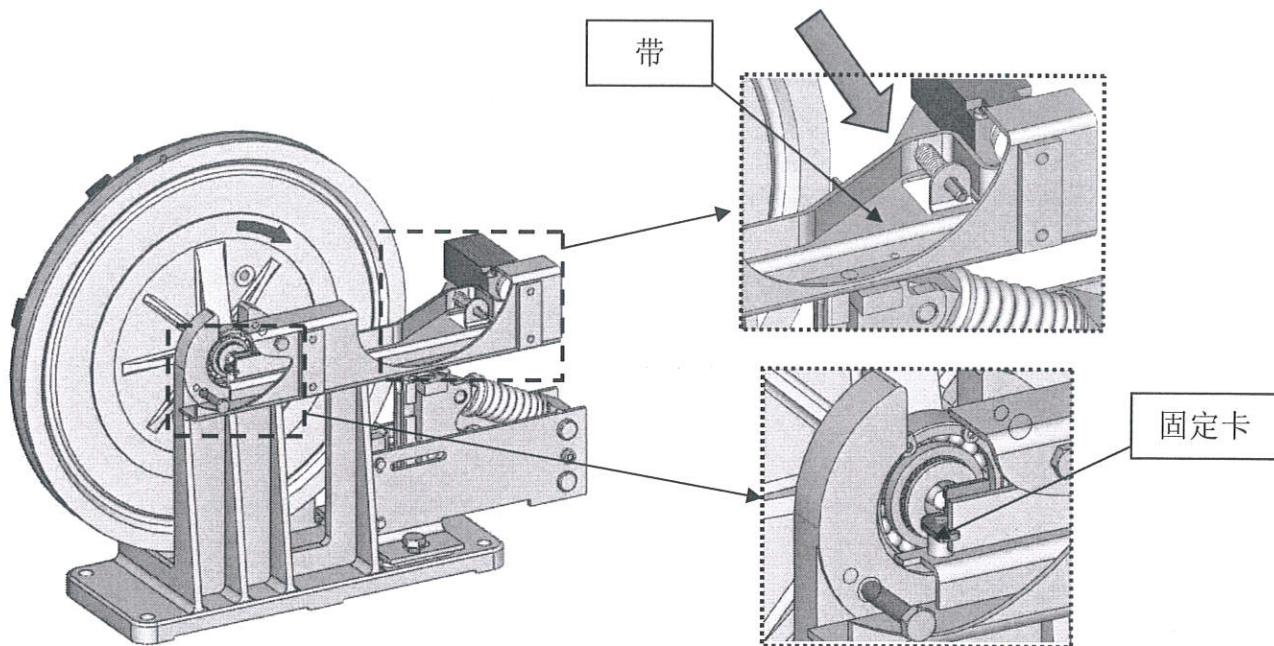

图 19
(1) 沿图 19 中所示箭头方向推动带，使带的另一端被固定卡勾住。
(2) 拉动电气开关触头将电气开关闭合。